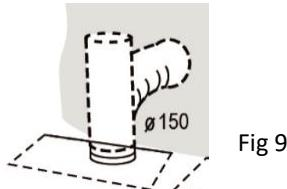

Fig 9
7. Após a instalação do exaustor, instalar o tubo de escape na abertura de saída. Ver Fig 9.